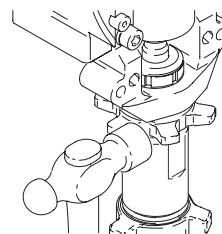

Fig. 20 7673B
3. Fig. 20. Visser le contre-écrou sur la pompe jusqu'en butée. Visser la pompe sur le corps de palier jusqu'à ce qu'elle soit arrêtée par le contre-écrou. Desserrer la pompe et le contre-écrou pour aligner la sortie de pompe sur l'arrière. Serrer le contre-écrou à la main, puis tourner de 1/8 à 1/4 de tour en tapant avec un marteau de 560 g à un couple d'environ 102 N.m.